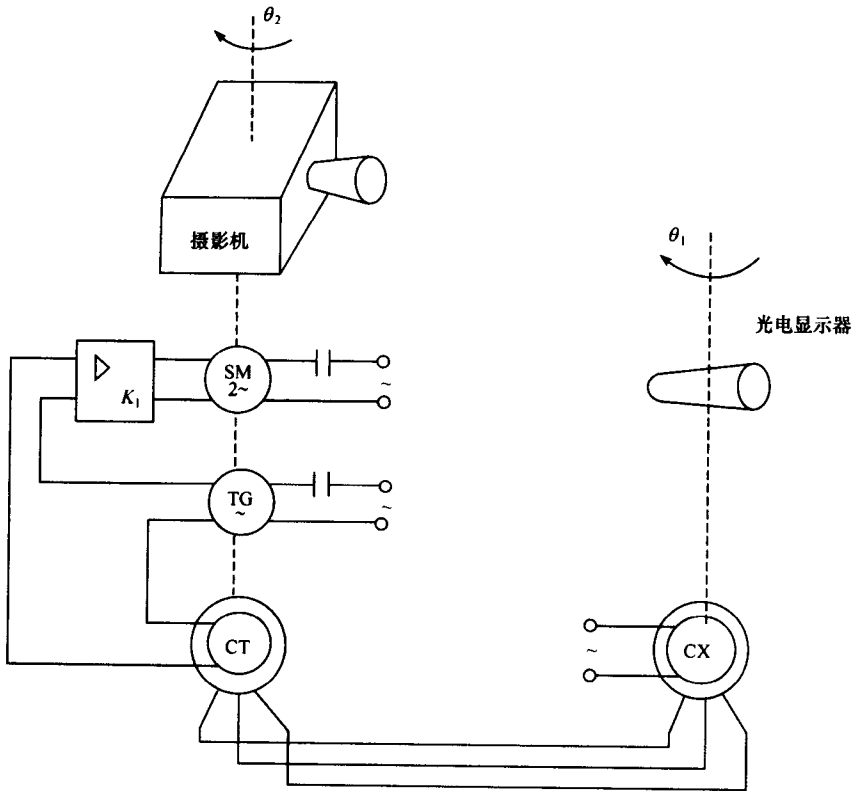

图 1-11 摄影机伺服系统
1. 图 1-11 表示摄影机伺服系统。图中 θ_1 是由人手控制的光电显示器, θ_2 是由两相伺服电动机控制的摄影机转角。TG 是交流测速机, K_1 是交流放大器,CX 是控制式自整角发送机,CT 是自整角变压器。指出控制对象、输入量和被控变量,并绘出系统元件框图。